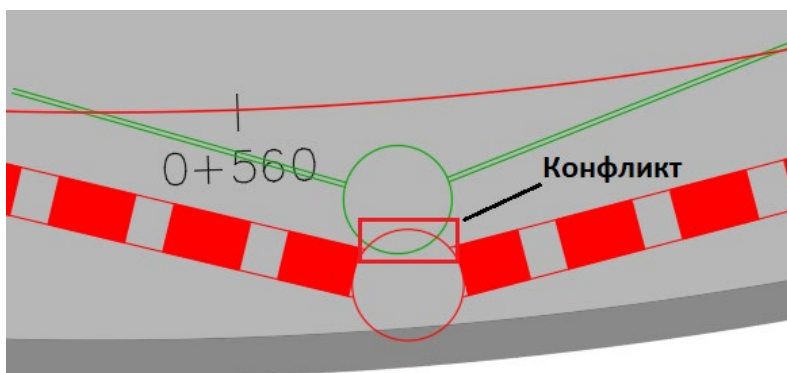

Рис. 3.5. Конфликт (пересечение) между двумя смотровыми колодцами можно увидеть, если стили отображают их истинные размеры
5. Измените стиль этого смотрового колодца на *C-STRM – Outline*. После отображения обоих колодцев в их действительных размерах становится очевидным, что конфликт между ними все-таки существует (рис. 3.5).